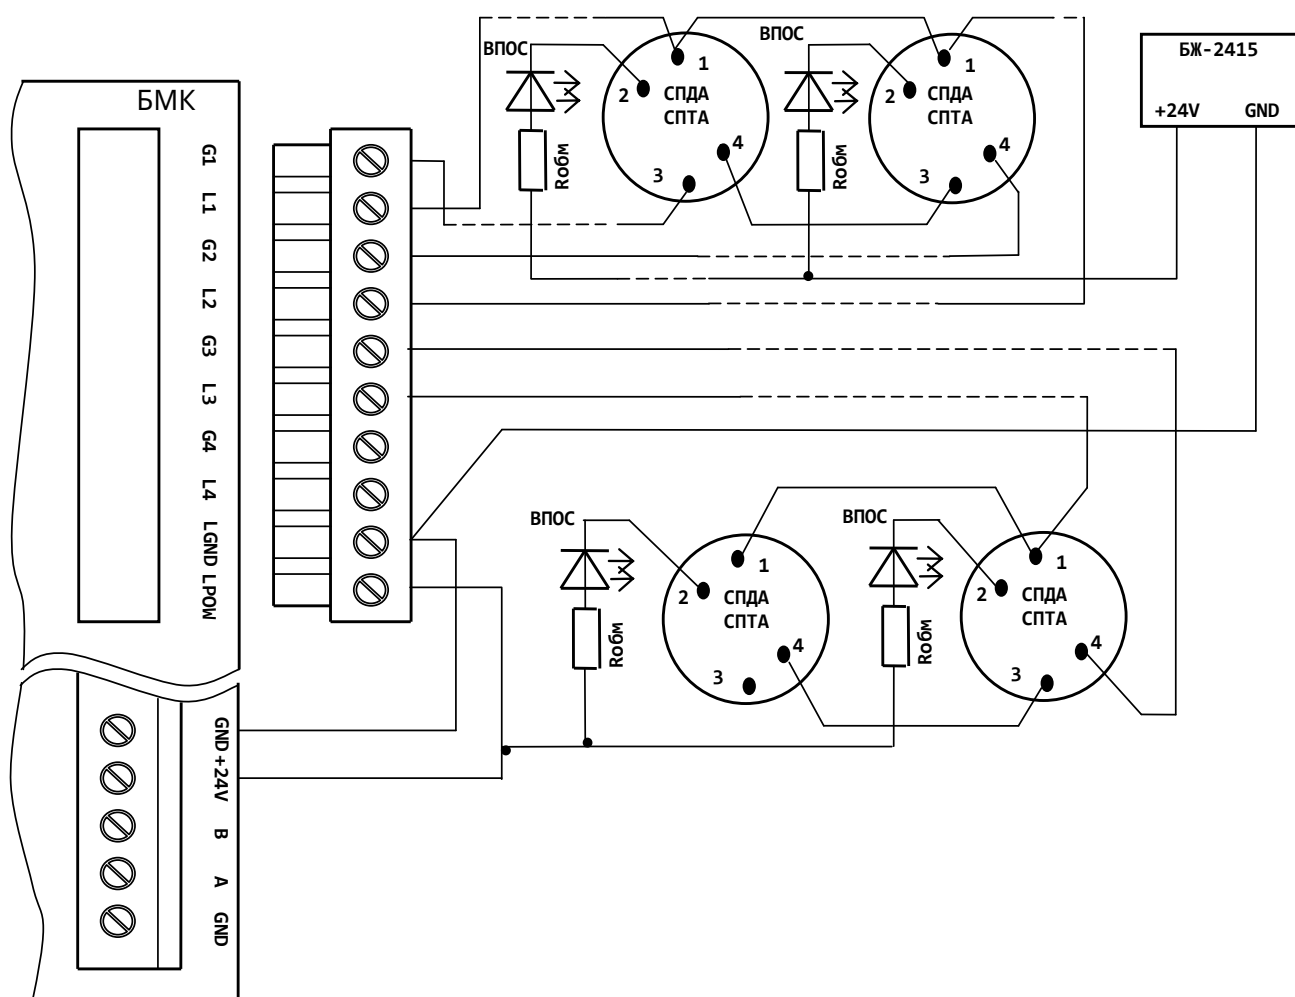

Рисунок 4.2.2 – Приклади підключення ВПОС
4.2.10 За необхідності до сповіщувачів приєднують ВПОС. Приклади схем приєднання показані на рис. 4.2.2.
3) струм живлення ВПОС повинен бути вибраний відповідно до їх ЕД і повинен забезпечувати чітку візуалізацію пожежної тривоги. Цей струм забезпечують за рахунок застосування $R_{обм}$ (рис. 4.2.2): $R_{обм} = (U_{живл} - 1 В) / I_{впос}$.